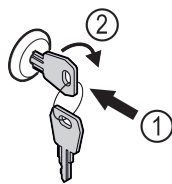

Fig. 129
- ▶ Inserire la chiave. Fig. 129 (1)
- ▶ Ruotare la chiave di 90° in senso orario. Fig. 129 (2)